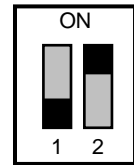

Рис.4. Заводская установка (:УР).
10.3. При необходимости выполните конфигурацию под конкретный перекресток с помощью переключателя SA1 и микросхемы D3 (см. приложение 2), для чего потребуются снять металлический кожух и пластмассовую заднюю стенку табло. Переключатель находится на плате управления. Возможные положения переключателей указаны в таблице 2. Заводская установка (рис.4) – SA1.1 в положении ON, SA1.2 в положении OFF (автономный режим с работой по последнему циклу светофорного объекта).